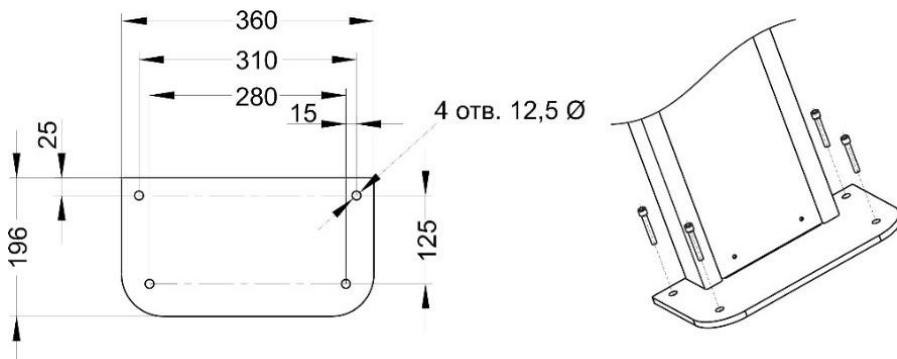

Рисунок 5 Установка проходной на основание
- Выполните разметку четырех крепежных отверстий основания «по месту». Диаметр отверстий должен соответствовать диаметрам анкерных болтов (в комплект поставки не входят) и отверстий в основании, используемых для крепления проходной см.рис.5.